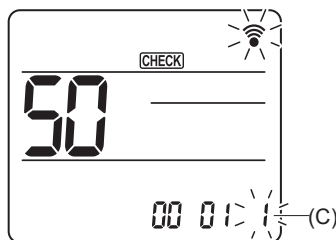

Fig. 6-22
Utilisez la touche **SET** pour changer le numéro de réglage (C). (Fig. 6-22)